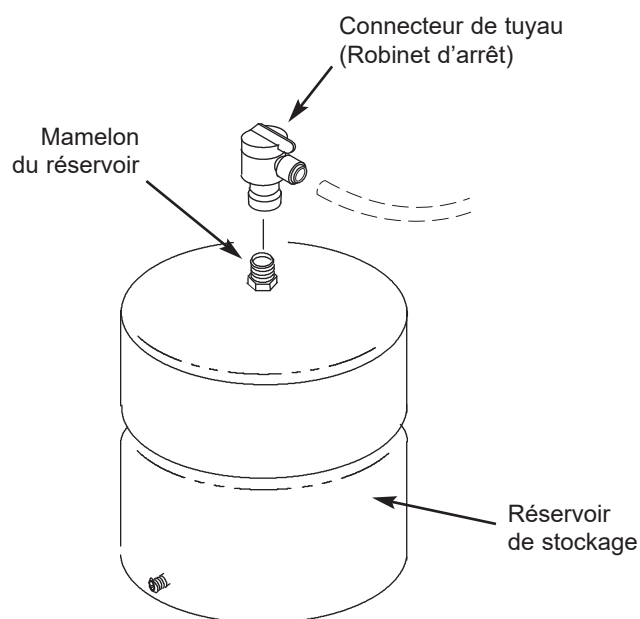

FIG. 13
1. Appliquez du ruban pour joints filetés (deux tours dans le sens des aiguilles d'une montre) sur les filets mamelon situé sur le dessus du réservoir. Voir la figure 13.
2. Repérez le connecteur du tuyau. Voir la figure 13. Fixez le connecteur du tuyau au mamelon du réservoir en le serrant 7 à 8 tours. Prenez soin de ne pas fausser le filetage et de ne pas trop serrer.
5. Raccordez le tuyau du réservoir jaune au connecteur du réservoir. Voir les figures 13 et 24.